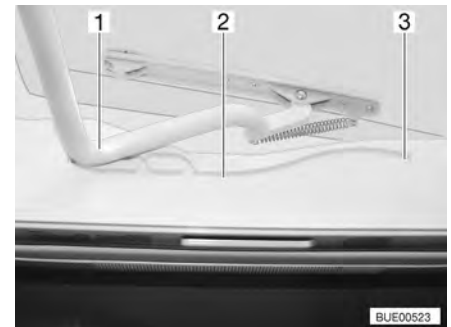

Fig. 74 Oblò Heki, guida
- Tirare la staffa (Fig. 74,1) nelle guide (Fig. 74,2) fino alla posizione più all'indietro (Fig. 74,3).
- Spingere la staffa (Fig. 74,1) leggermente verso l'alto con ambedue le mani.
- Tirare la staffa nelle guide (Fig. 74,2) fino alla posizione desiderata.